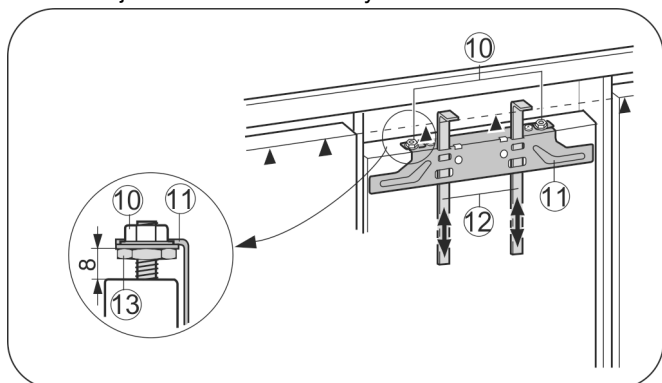

Fig. 25
- ▶ Montážní pomůcky Fig. 25 (12) vsuňte nahoru do výšky nábytkových dvířek. Spodní dorazová hrana ▲ montážní pomůcky = horní hrana montovaných nábytkových dvířek.
- ▶ Upevňovací příčník Fig. 25 (11) vyšroubujte přes pojistné matice Fig. 25 (10).